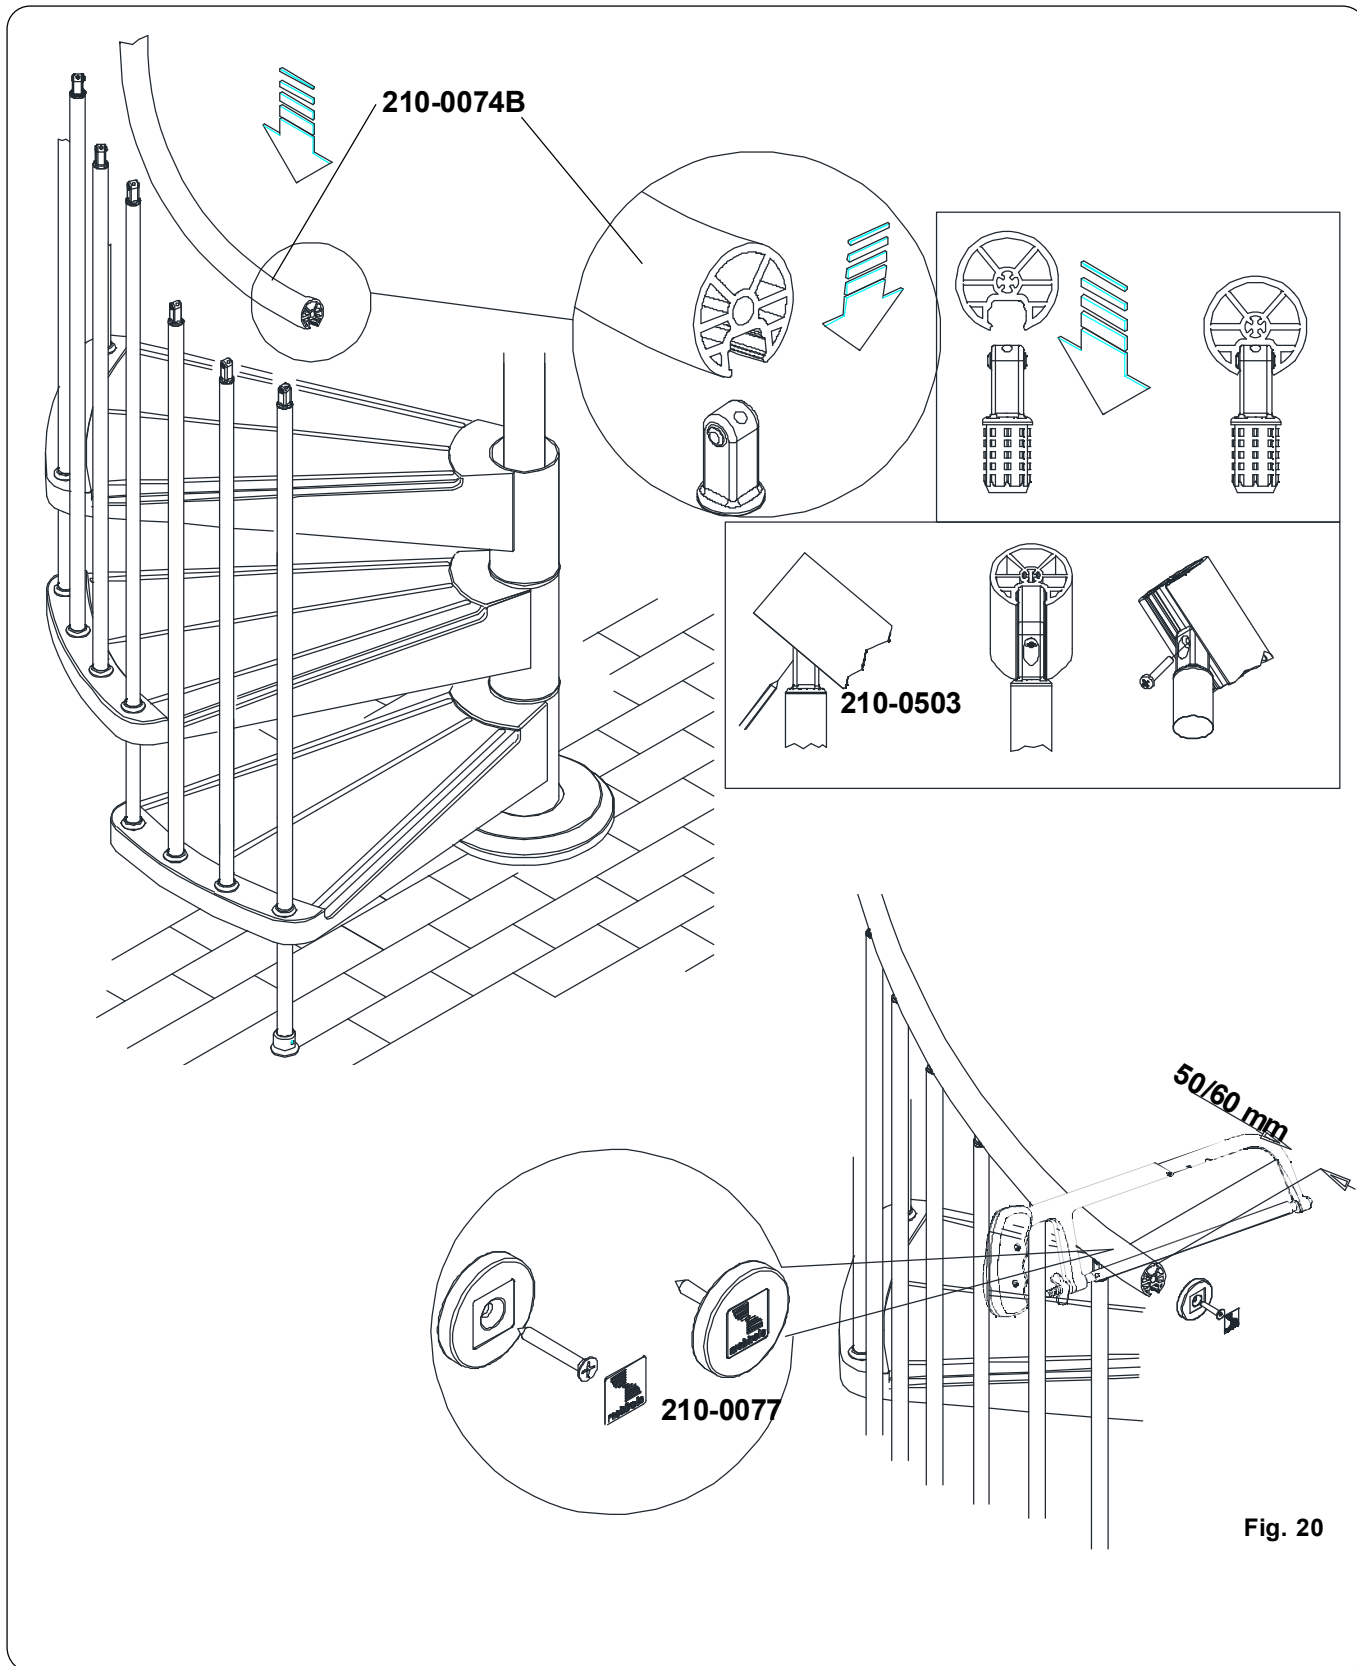

Fig. 20
- Partendo dall'alto, inserire nei copricolonna **210-0503** delle colonne di ogni gradino, la parte centrale del corrimano **210-0074B**, (dettaglio fig. 20) esercitando la necessaria pressione fino a sentire lo scatto dell'incastro, facendo attenzione a non procurarsi ustioni a causa della eccessiva temperatura dello stesso (eventualmente proteggersi le mani con guanti).
Tagliare con un seghetto le estremità del corrimano lasciando un'eccedenza di 50/60 mm dalla colonna e montare tappi di chiusura **210-0077**. (Fig. 20)
- Starting from above, insert the central part of the handrail **210-0074B** (detail fig. 20) into the **210-0503** column cover of the column of each step by making the necessary pressure until it snaps into positions. Avoid getting burnt because of the excessive handrail temperature (in case, wear gloves).
By means of a saw, cut the handrail ends leaving a 50/60 mm segment projecting beyond the column and mount the **210-0077** plugs (fig. 20).
- En commençant par le haut, insérer la partie centrale de la main courante **210-0074B** dans les couvre-colonnes **210-0503** des colonnes de chaque marche (fig. 20) en exerçant la pression nécessaire jusqu'au déclic produit par l'encastrement. Faire aussi attention à éviter tout risque de brûlure en raison de la température élevée de la main courante (au besoin, endosser des gants pour protéger les mains).
Couper à l'aide d'une petite scie les extrémités de la main courante en conservant un excédent de 50/60 mm à partir de la colonne puis monter les couvercles de fermeture **210-0077**. (Fig. 20)
- Von oben beginnend, in die Stangenabdeckungen **210-0503** der Geländerstange jeder Stufe den zentralen Teil des Handlaufs **210-0074B** stecken (Detail Abb. 20) und den notwendigen Druck ausüben, bis das Einrasten vernommen wird. Vorsichtig vorgehen, um Verbrennungen wegen der hohen Temperatur zu vermeiden (eventuell die Hände mit Handschuhen schützen).
Mit einer Säge die Handlaufenden abschneiden, 50-60 mm von der Stange vorstehen lassen, und die Verschlussdeckel **210-0077** (Abb. 20).
- Desde arriba, introduzca en los cubrebalaustres **210-0503** de las columnas de cada peldaño, la parte central del pasamanos **210-0074B**, (detalle fig. 20) ejerciendo la presión necesaria hasta escuchar el sonido del encastre, con cuidado para no quemarse (protégase las manos con guantes si es necesario).
Corte con una sierra los extremos del pasamanos dejando un fragmento de 50/60 mm desde la columna y monte las tapillas de cierre **210-0077**. (fig. 20)